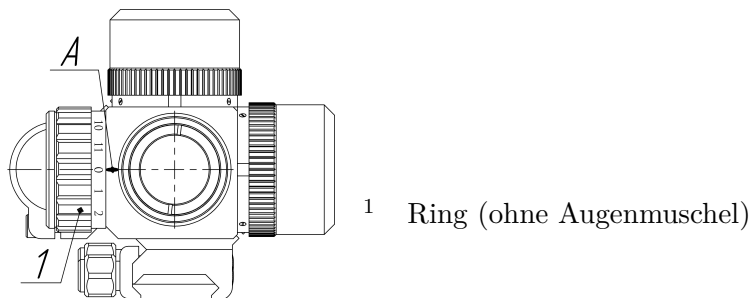

Abbildung 3: Rückansicht
Um die Helligkeit des Absehen (Strichplatte) einzustellen, muss der Ring (1) mit der Skala gedreht werden (Abbildung 3). Die Strichplattenbeleuchtung ist ausgeschaltet, wenn die Markierung «0» der Skala in Richtung des festen Index A auf dem Gehäuse ausgerichtet ist. Die Helligkeit der Beleuchtung des Absehen wird nach den Skalen von «1» bis «11» schrittweise erhöht. Um die Beleuchtung auszuschalten, drehen Sie Ring (1) von Position «11» auf Position «0».